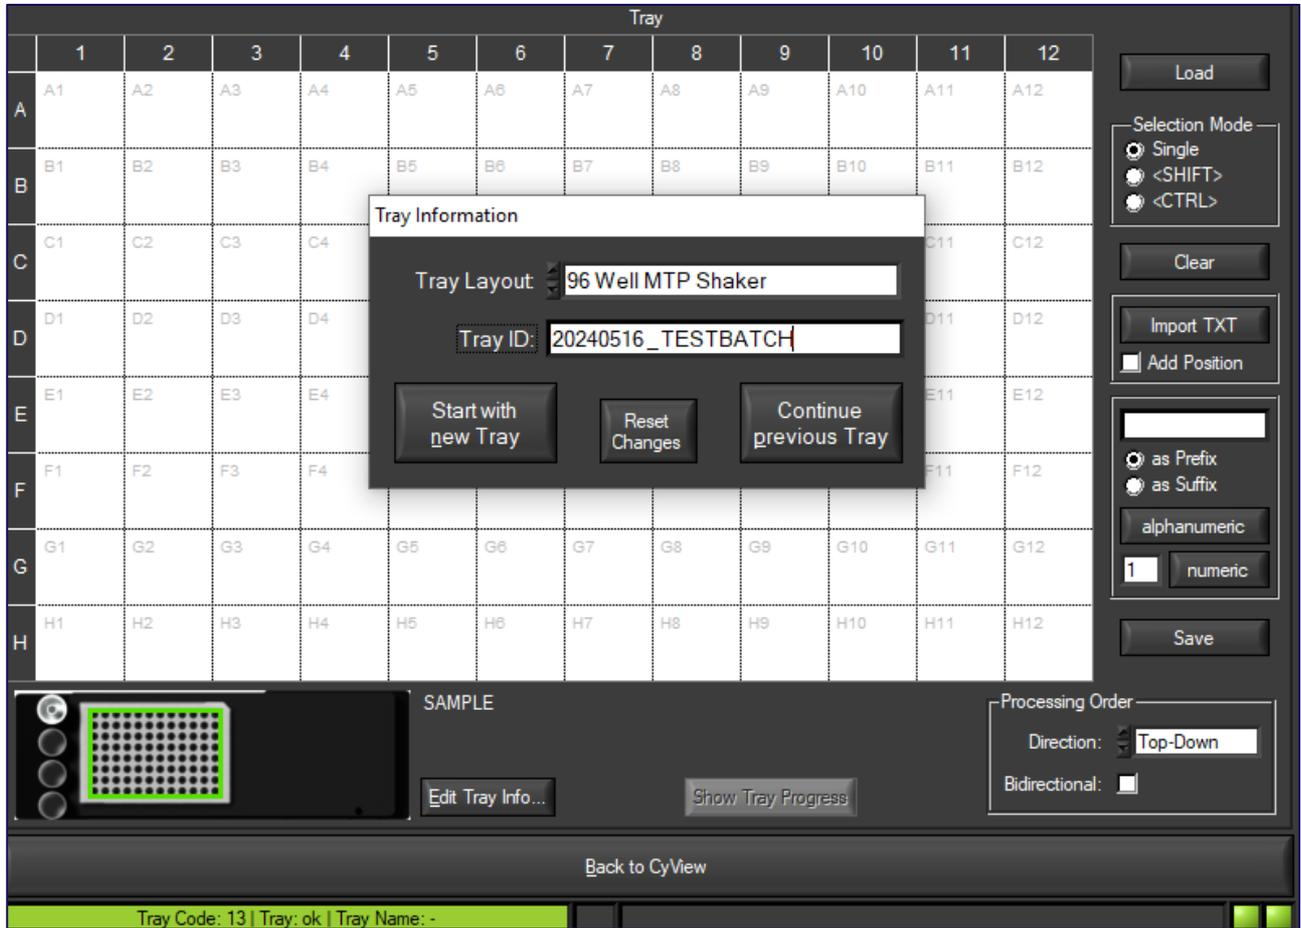

Abbildung 19. Auswahl des Plattenlayouts
- Nun öffnet sich ein Fenster (s. Abbildung 19). Hier haben Sie die Möglichkeit eine *Tray-ID* (Batch-Nummer) (z.B. die Analyse-ID) zu vergeben. Verwenden Sie nur alphanumerische Zeichen (A-Z, a-z, 0-9) und den Tiefstrich „\_“ für die Tray-ID (z.B. 20250213\_TESTBATCH), da andere Zeichen & Sonderzeichen nicht erkannt werden und bei der Erstellung des Ordners gelöscht werden.